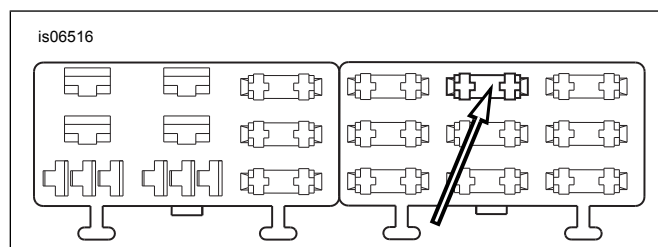

Figura 7. Cavidade do bloco de fusíveis "P&A IGN" (modelos Softail ano 2004 a 2010)
4. Veja Figura 7. Localize a cavidade de fusível (1) com a etiqueta "P&A IGN" na tampa do bloco de fusíveis. Há um terminal em apenas um lado dessa cavidade. No lado traseiro, insira o terminal no fio adaptador laranja/branco no lado aberto da cavidade até que pare. Consulte um terminal próximo instalado na fábrica para comparar e para verificar a orientação e a profundidade corretas.